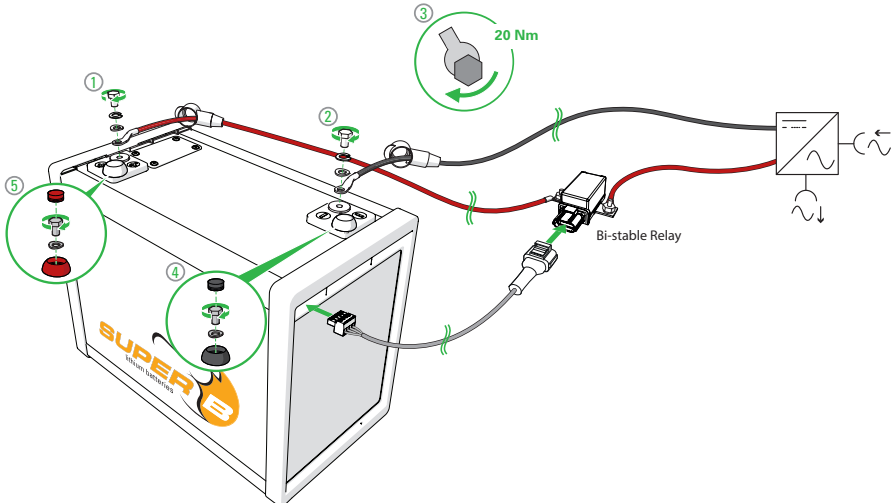

Abbildung 10. Anschluss der Batterie an die Last
2. Schließen Sie die Plus-Klemme der Batterie an die Minus- oder A-Klemme des Relais an (Abbildung 10).
4. Schließen Sie die Minus-Klemme der Batterie an. Schließen Sie nicht zuerst die Minus-Klemme an, da dies zu Kurzschlüssen führen kann (Abbildung 10).